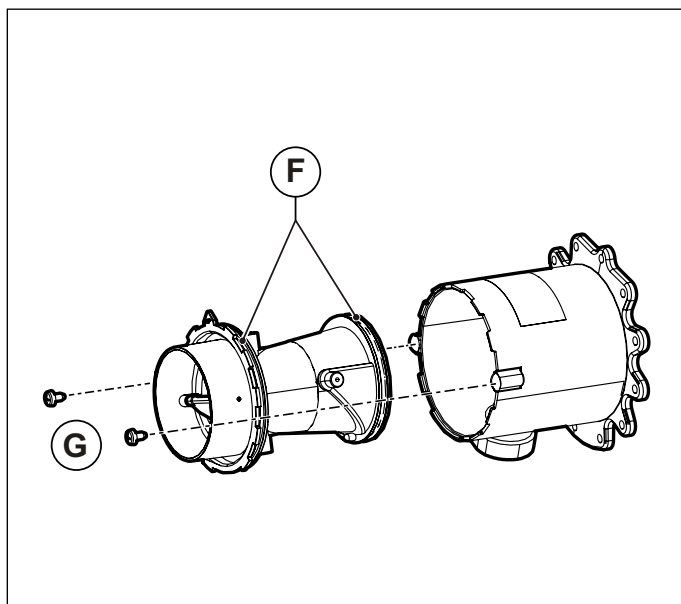

Рис. 34 Пластмасовий корпус змішувача
- Відкрутіть два гвинт **G** та вийміть пластиковий корпус змішувального вузла **G** (дивись Рис. 34 Пластмасовий корпус змішувача).
- Пригвинтіть пластиковий корпус на змішувач за допомогою **G** фіксуючих гвинтів. Слідкуйте за тим, щоб не пошкодити **F** кільцеві ущільнювачі і здійснювати збірку у вказаному напрямі (див. Рис. 34 Пластмасовий корпус змішувача та Рис. 35 Розташування для мотажу).